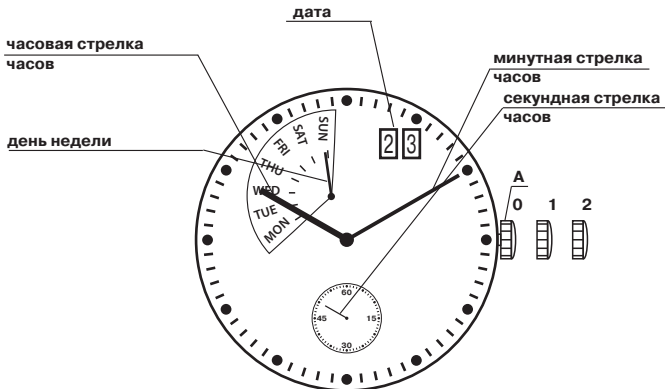

Рис. 16
- Выдвинуть заводную головку в положение 2 (здесь и далее – рис.16), секундная стрелка остановится.